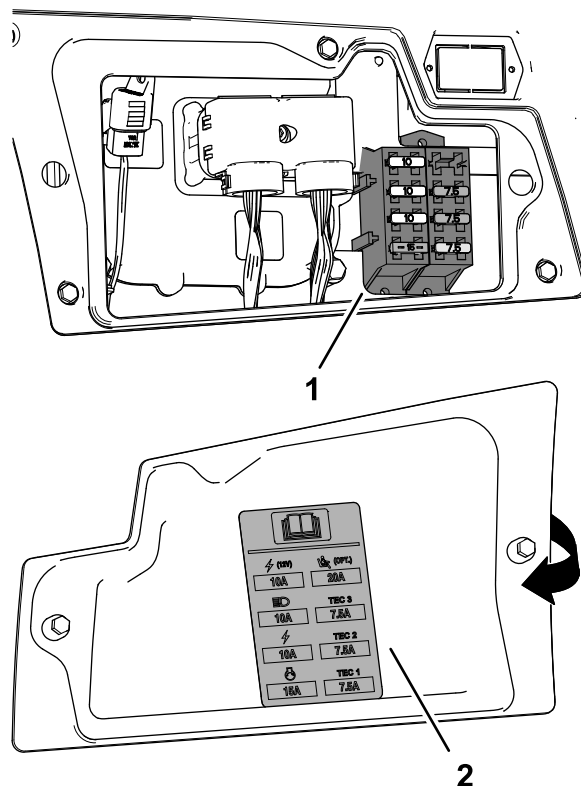

Figura 88
3. Cambie el fusible fundido (Figura 88) por otro del mismo tipo y amperaje.